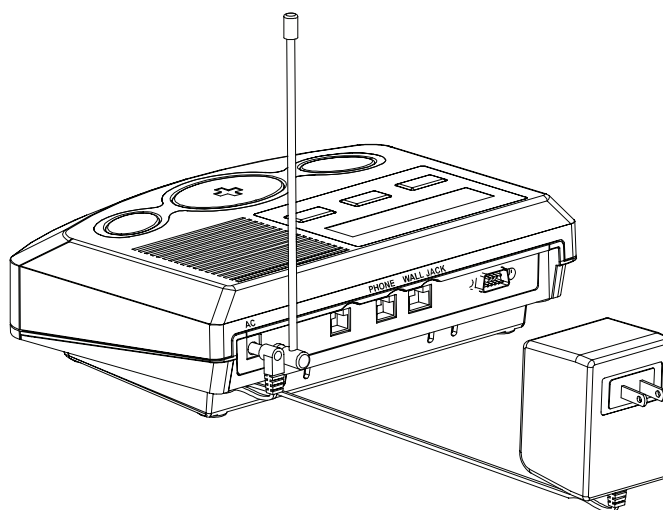

Figura 5b – Ligar a ficha na Consola
2. Introduza a ficha do cabo de energia na tomada "CA" na Consola (Figura 5b).